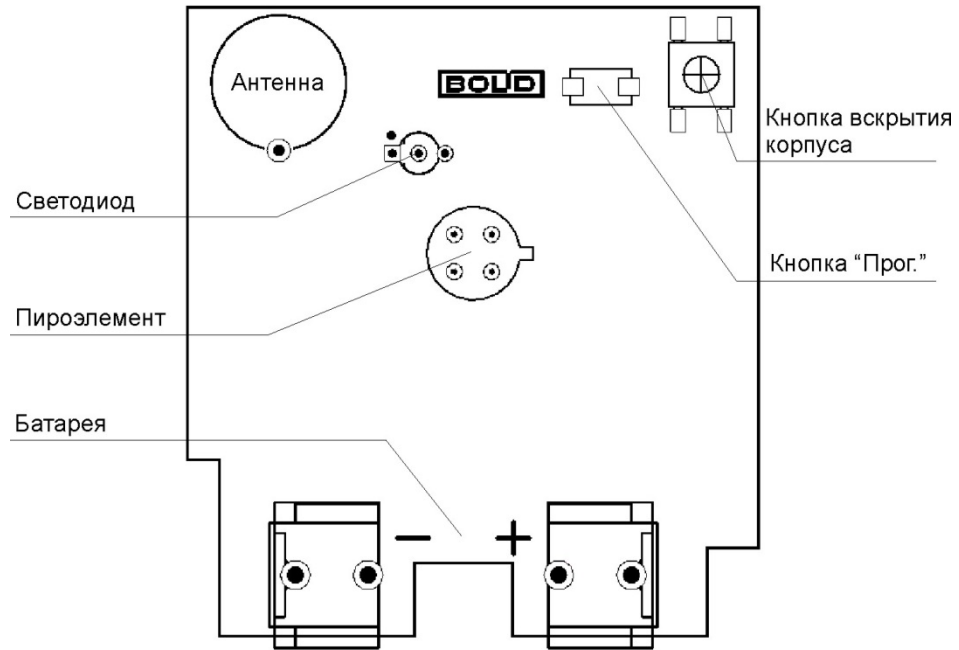

Рисунок 2.2 Расположение элементов на плате
На плате извещателя располагается элемент питания и органы управления прибором (см. Рисунок 2.2):
- Нажать кнопку «Прог.» на плате извещателя (см. Рисунок 2.2) на время более 3 секунд.
Тест качества связи запускается посредством короткого нажатия на кнопку «Прог.» на плате прибора (см. Рисунок 2.2). Запуск процедуры может занимать до 2 секунд, при этом прибор осуществляет анализ радиоэфира и регистрацию на оптимальном ПКП или ретрансляторе.